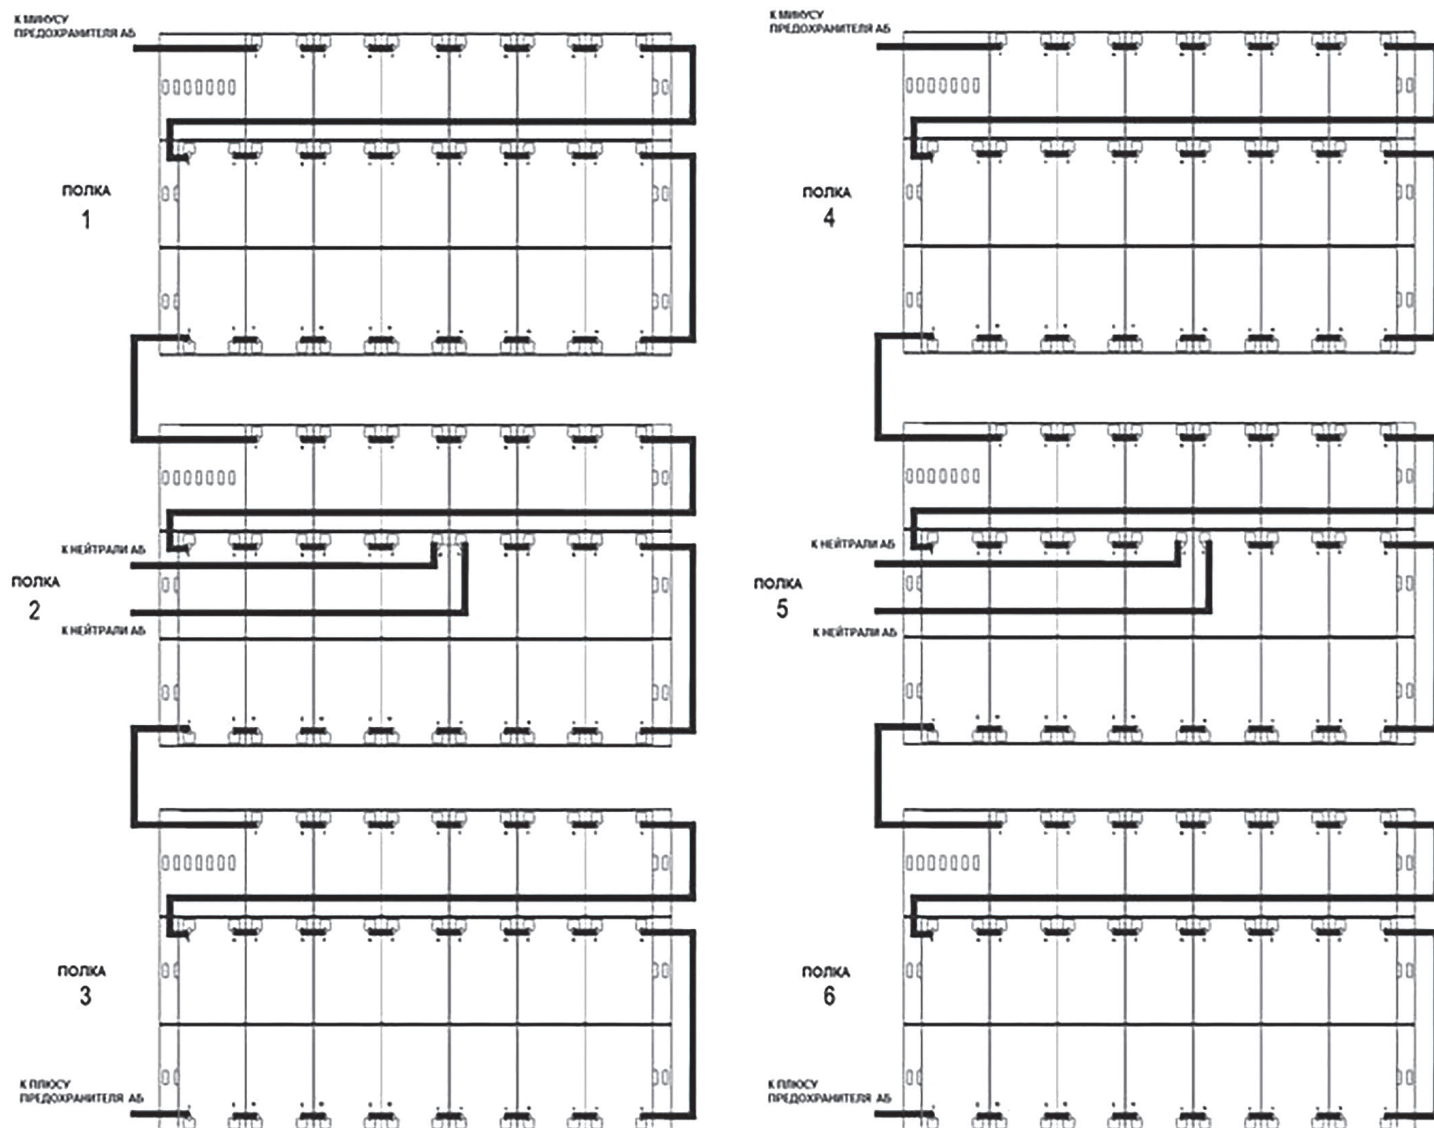

Рисунок 15 – Лоток подключения батареи 12/14Ач 12В вид сверху
2) Установите батареи, полученные в отдельных упаковках, в соответствии с рис. 15 и 16.